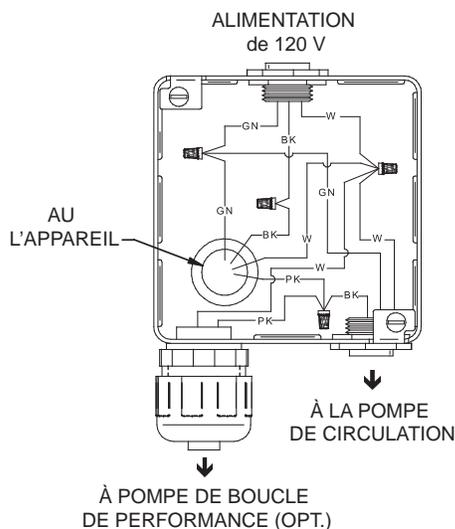

Figure 4 - 3 Câblage du chauffe-eau - Pompe de circulation/boîte de connexion
La pompe du chauffe-eau posée par l'installateur ne **DOIT PAS** dépasser 1 hp. Pour un fonctionnement de la pompe en continu, branchez la pompe du système à une alimentation de 120 V. La pompe doit être reliée à une boîte de connexion comme indiqué dans la FIG. 4 - 3.
5. Si la température de l'eau est inférieure à 140 °F (60 °C), un contournement de basse température doit être installé, (VAL30000 - Kit soupape 1 1/2 po (38 mm) LTV) et suivez le diagramme relatif à la tuyauterie de la FIG. 4 - 4.